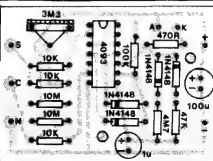

Fig.3
- **FIG. 3 - "CHAPEADO" DA MONTAGEM** - Assim como ocorre na fig. anterior, a placa é vista em tamanho natural (escala 1:1), porém agora "olhada pelo outro lado" (não cobreado), já com a estilização de todos os componentes (menos LED, alimentação e agulhas sensoras...) com seus valores, códigos, polaridades e parâmetros claramente indicados, de modo que mesmo um montador principiante não encontrará dificuldades em posicio-